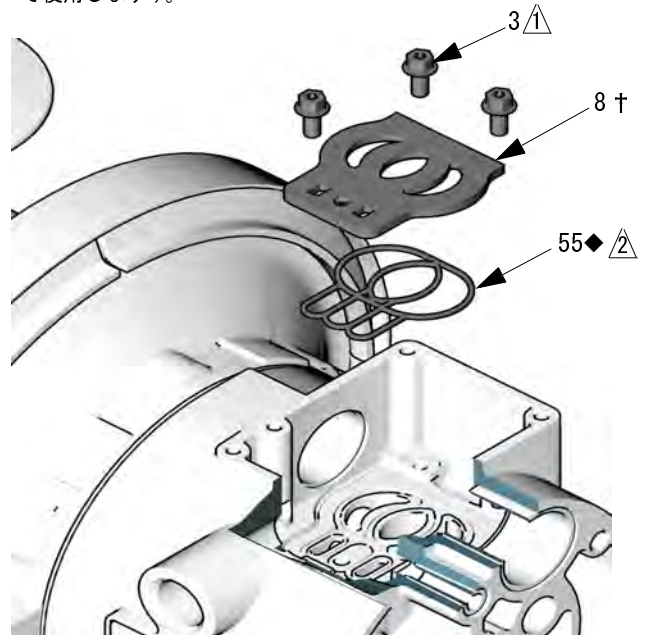

図 8
5. バルブプレート (8) を取り付けたままで点検します。損傷していた場合には、トルクス (T20) ドライバーまたは 7 mm (9/32 インチ) のソケットレンチを使用して、3 本のネジ (3) を外します。バルブプレート (8) を取り外します。図 8 を参照してください。
2. アルミニウム製センターハウジングのモデルでは、バルブプレートシール (55◆) はバルブキャビティ底部に取り付けます。バルブプレートシールの円形の側を下向きにして溝に取り付ける必要があります。図 8 を参照してください。
3. バルブプレート (8†) を、シールを下にしてキャビティに取り付けます。トルクス (T20) ドライバーまたは 7 mm (9/32 インチ) のソケットレンチを使用して、3 本のネジ (3) を締めます。ネジの下端がハウジングから出るまで締めてください。図 8 を参照してください。